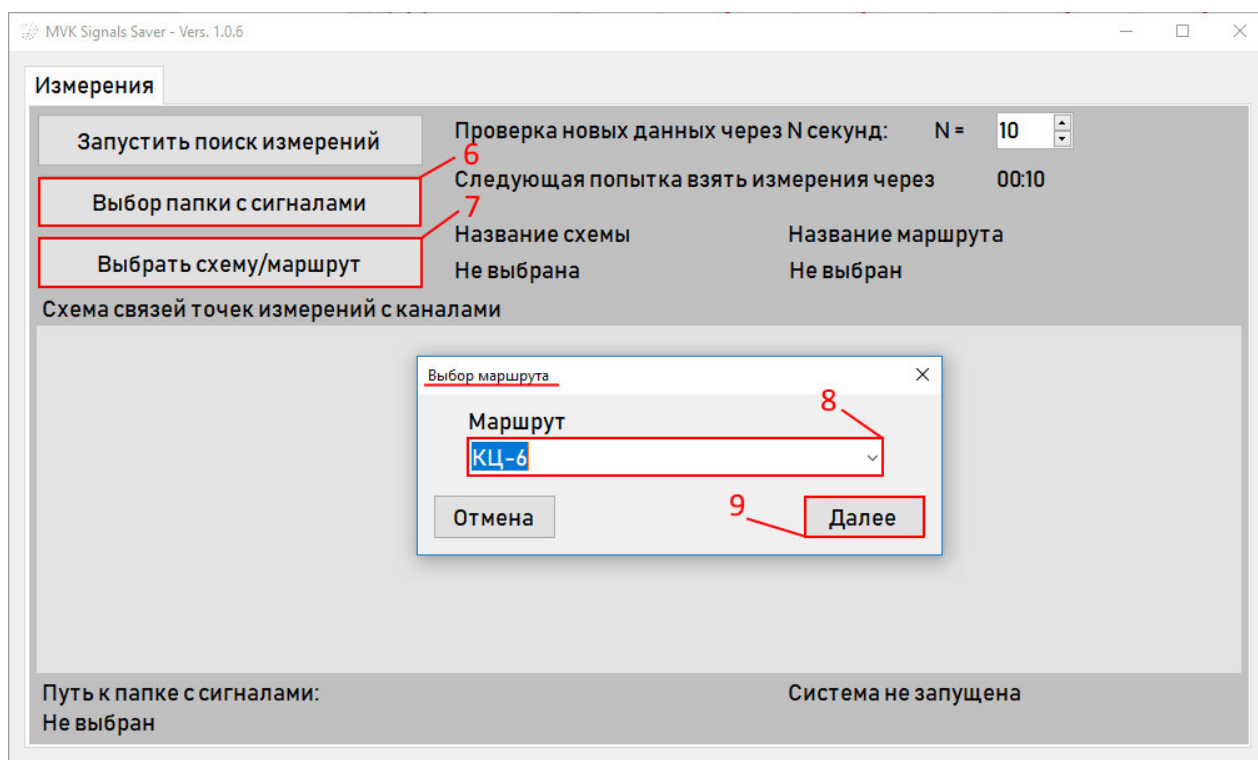

Рисунок 3.8.6
- нажатием на кнопку "Выбор папки с сигналами" указать путь к папке, где хранятся временные сигналы (см. Рисунок 3.8.6, поз. 6);
- нажать кнопку "Выбрать схему/маршрут" (см. Рисунок 3.8.6, поз. 7);
- из выпадающего меню «Маршрут» выбрать маршрут (в данном примере КЦ-6, см. Рисунок 3.8.6, поз. 8);
- нажать кнопку «Далее» (см. Рисунок 3.8.6, поз. 9);